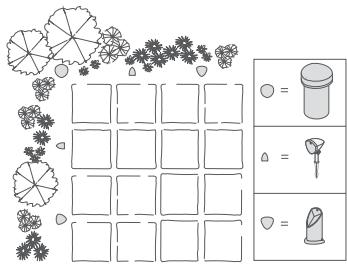

图 2
- 结合 Definitive Technology BL 系列柱式扬声器使用（见图 2）